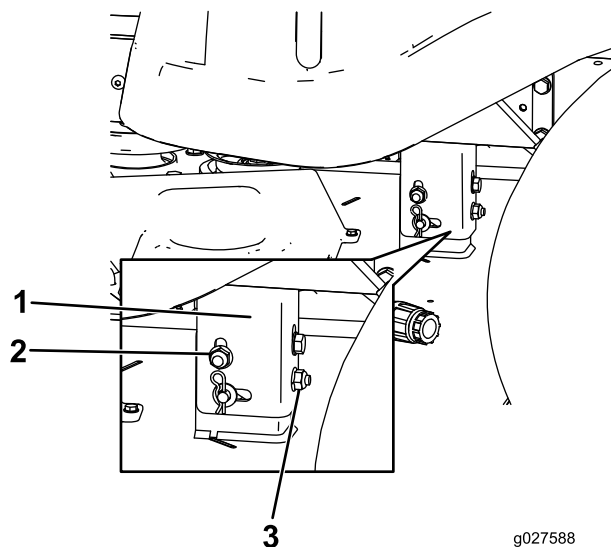

Figure 53
8. Élevez ou abaissez le côté gauche du tablier de coupe en tournant l'écrou de blocage arrière. (Figure 53).